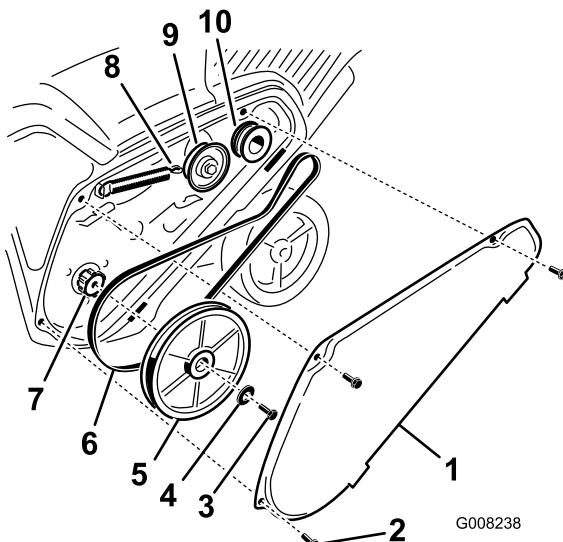

Figure 27
2. Décrochez le ressort de frein du bras de la poulie de tension pour détendre la courroie (Figure 27).
3. Enlevez la vis et la rondelle bombée qui retiennent la poulie de rotor (Figure 27).
4. Retirez la poulie de rotor et la courroie d'entraînement (Figure 27).
Remarque: Acheminez la courroie neuve autour de la poulie du moteur, puis de la poulie de tension, et enfin autour de la poulie de rotor desserrée, située juste au-dessus de l'arbre de rotor (Figure 27).
6. Montez la poulie de rotor sur l'arbre de rotor (Figure 27).
7. Montez la rondelle bombée et le boulon de fixation de la poulie de rotor, et serrez-les solidement (Figure 27).